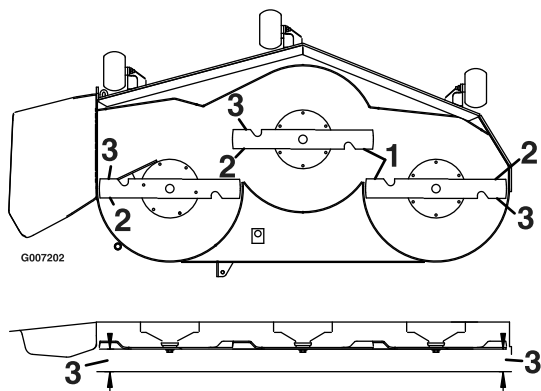

Figura 69
4. Misurate la distanza tra i taglienti esterni e la superficie piatta (Figura 69). Se entrambe le misure non rientrano nella tolleranza di 5 mm, è necessario eseguire una regolazione; passate alla procedura Livellamento.